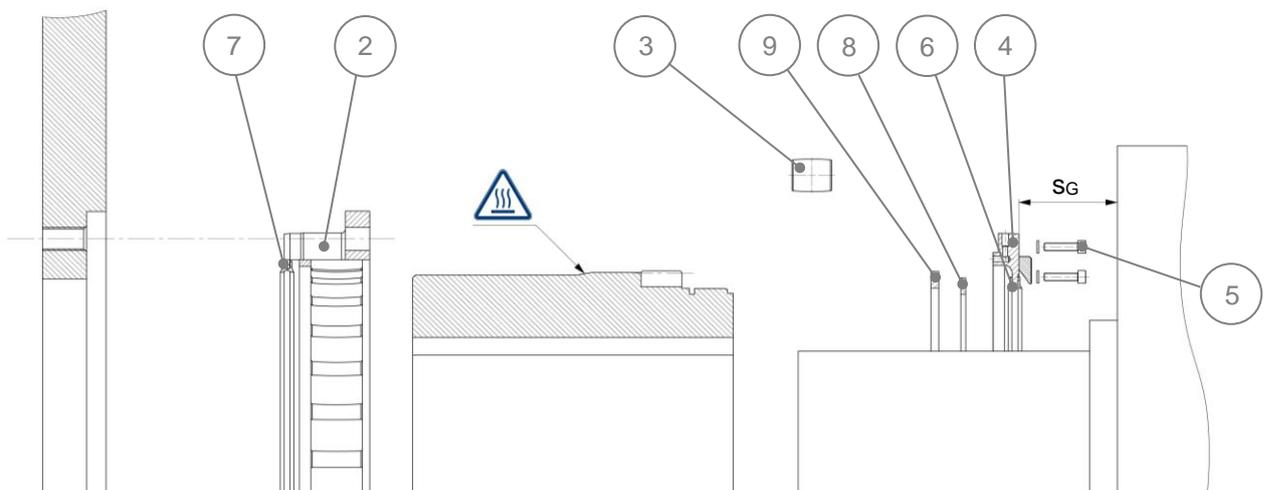

Bild 5: Montage der Kupplung
- Bevor Sie die erhitzte Nabe auf die Getriebewelle schieben, vergessen Sie nicht, den Deckel (Pos. 4), den Dichtring (Pos. 6), den Spiral-Sicherungsring (Pos. 8) und den Druckring (Pos. 9) über der Getriebewelle zu positionieren und so zu halten, dass es beim Aufschieben der erhitzten Nabe keinen Kontakt zu dieser geben kann, Bild 5.
- Beachten Sie, dass der Montageaum, nachdem die Nabe auf der Welle platziert wurde, zum Getriebe hin i.d.R. sehr begrenzt ist. Prüfen Sie deshalb **vorab** den Abstand s_G mit Hilfe von Bild 5. Liegt der Wert von s_G unterhalb des in Tabelle 1 gegebenen Werts $s_{G,min}$, ist der notwendige Montageaum für die Deckelschrauben (Pos. 5) nicht gegeben. Legen Sie die Deckelschrauben vor dem Aufschieben der Nabe in den Deckel ein.
- Achten Sie bei der Montage des Gehäuses (Pos. 2) darauf, dass der Dichtring (Pos. 7) in seiner Position bleibt und nicht verdreht wird, Bild 5.
- Legen Sie die Tonnenrollen (Pos. 3) in Ihre Aussparungen und fixieren Sie sie durch den Druckring (Pos. 9) und der Montage des Spiral-Sicherungsringes (Pos. 8), Bild 5.